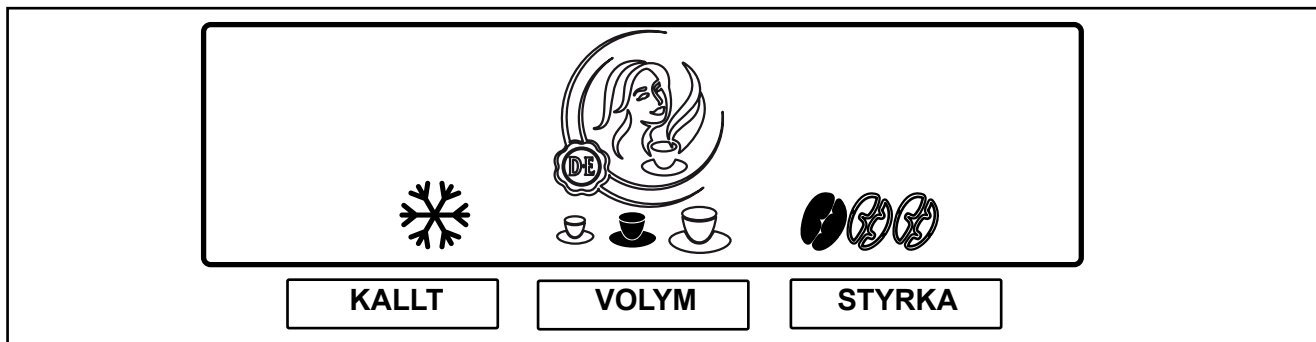

Bild 15
Apparaten har olika förvalsalternativ. I samband med installationen har serviceteknikern eventuellt aktiverat dessa alternativ. När man trycker på en förvalsknapp visas följande alternativ på displayen (bild 15):
2. Tryck på förvalsknappen „**KALLT**“ för att aktivera detta förval. Symbolen för kallt visas då (bild 15).
2. Tryck på förvalsknappen „**VOLYM**“ för att aktivera detta förval. Nu visas tre koppssymboler (liten - medium - stor) (bild 15).